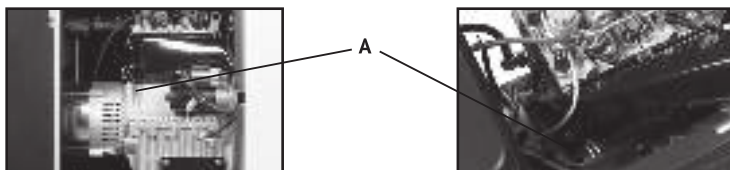

Рис. 3
- Вытащить масляный шуп **A** (Рис. 3) и протереть его чистой тканью.